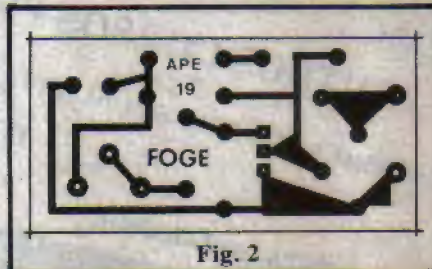

Fig. 2
• **FIG. 2** - A plaquinha do FOGE tem um **lay out** simples e pequeno, que pode ser facilmente reproduzido pelo Leitor (mesmo que essa seja a sua primeira experiência em confecção de Circuito Impresso...). As áreas cobreadas